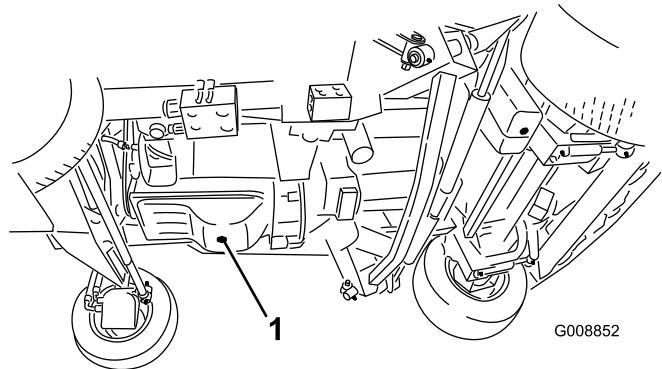

Figura 58
1. Retire el tapón de vaciado (Figura 58) y deje fluir el aceite a un recipiente apropiado. Cuando el aceite deje de fluir, coloque el tapón de vaciado.